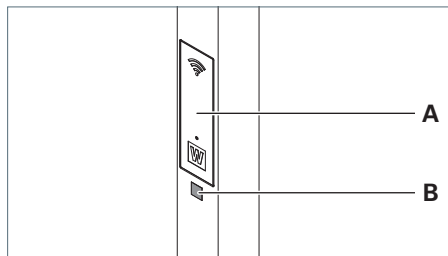

Fig. 28: Scanner le code QR.
- Scannez le code QR **B** du luminaire qui se trouve sur le bras vertical, sous la trappe de service **A**, voir Fig. 28.